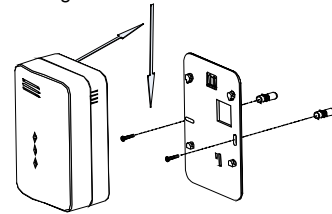

Bild 3
3. Nutzen Sie einen (5 mm) Bohrer, bohren 2 Löcher und versehen diese mit Dübeln (Bild 3).